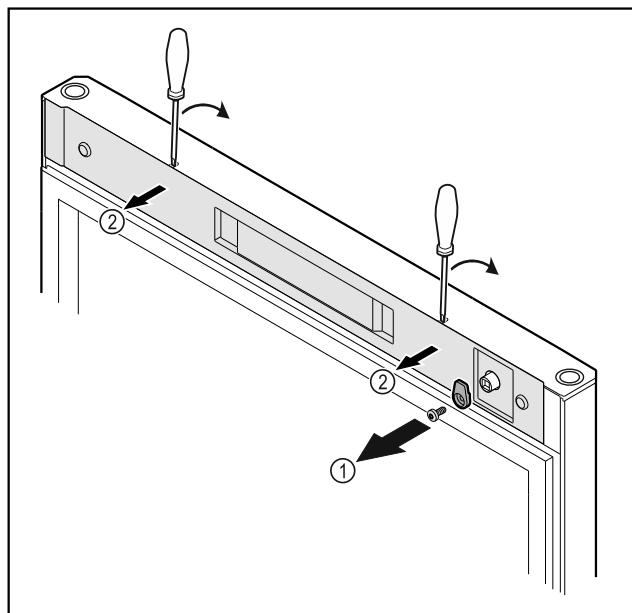

Fig. 20
- Ξεβιδώστε το άγκιστρο κλεισμάτος Fig. 20 (1).
- Ξεκουμπώστε το κάλυμμα Fig. 20 (2) με ένα μικρό κατσαβίδι και αφαιρέστε το.